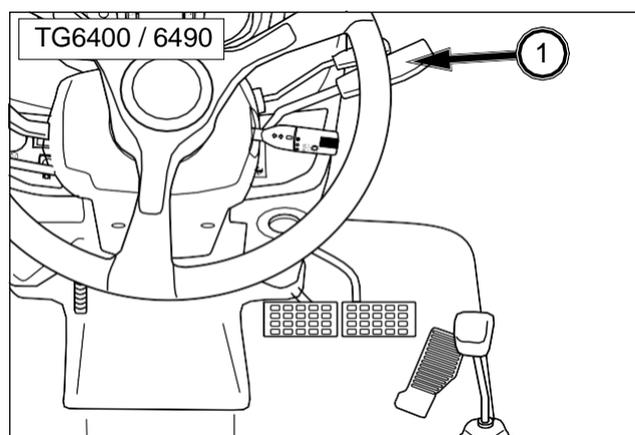

FIG. 79
FIG. 79 y 80: La palanca de aceleración manual (1) regula el régimen del motor y permanece en la posición elegida por el usuario. Si la palanca se sitúa hacia delante, el motor gira en ralentí. El régimen del motor aumenta a medida que se tira de la palanca hacia atrás.